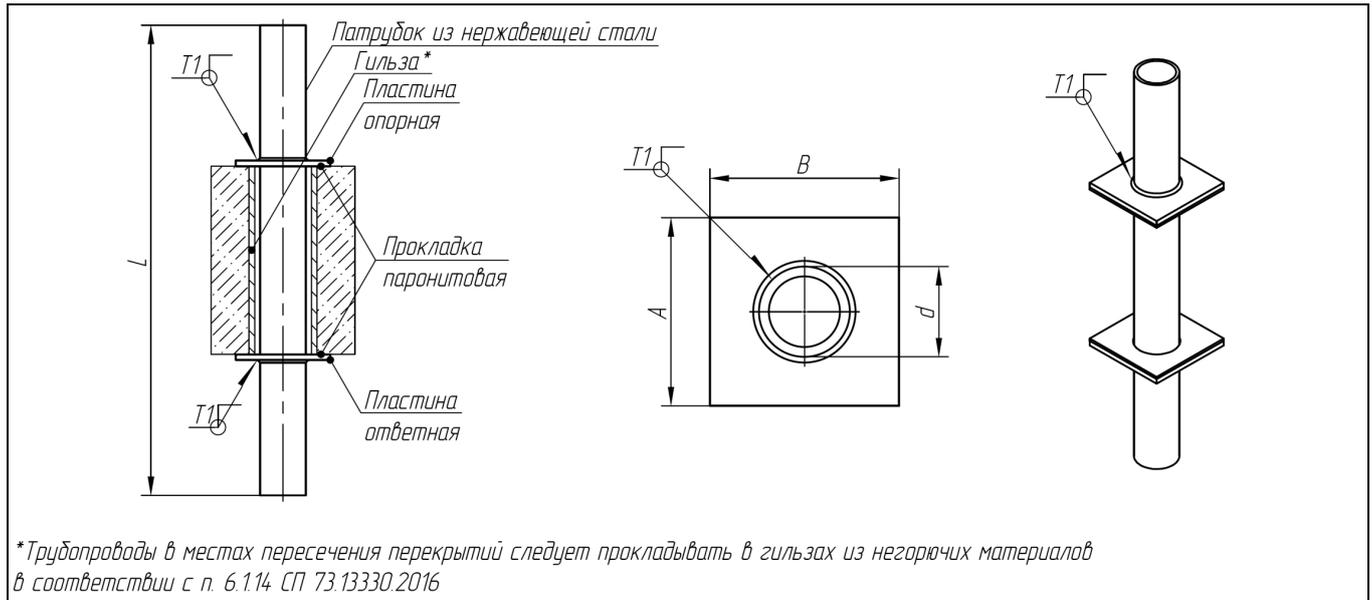

Рис.1. Схема устройства неподвижных опор «Энергия-Аква» DN15...DN40.
Схема устройства неподвижных опор «Энергия-Аква» DN15...DN40 представлена на рис.1 (стр. 3).
(см. рис.1 на стр. 3)
«ЭНЕРГИЯ-АКВА» DN15...DN40 (см. рис.1 на стр. 3)**
1. Указания по монтажу неподвижных опор «Энергия-Аква» DN15...DN40 (см. рис.1 на стр. 3).